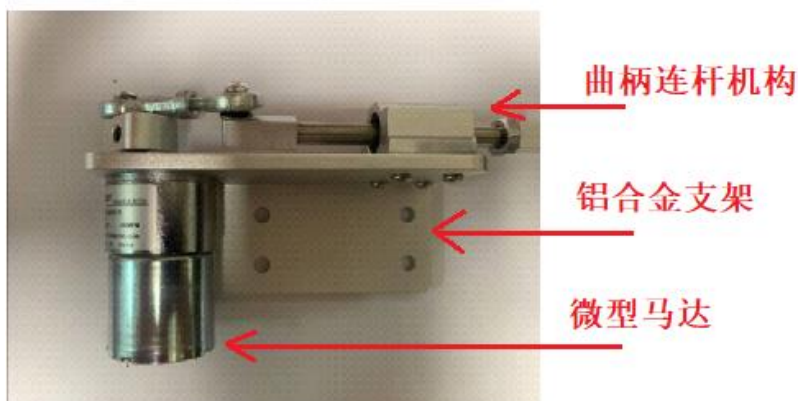

图 1 微型马达，曲柄连杆机构，铝合金支架连接照片
- 1, 首先将微型马达和曲柄连杆机构连接在一起，并通过铝合金支架固定，见下图 1.